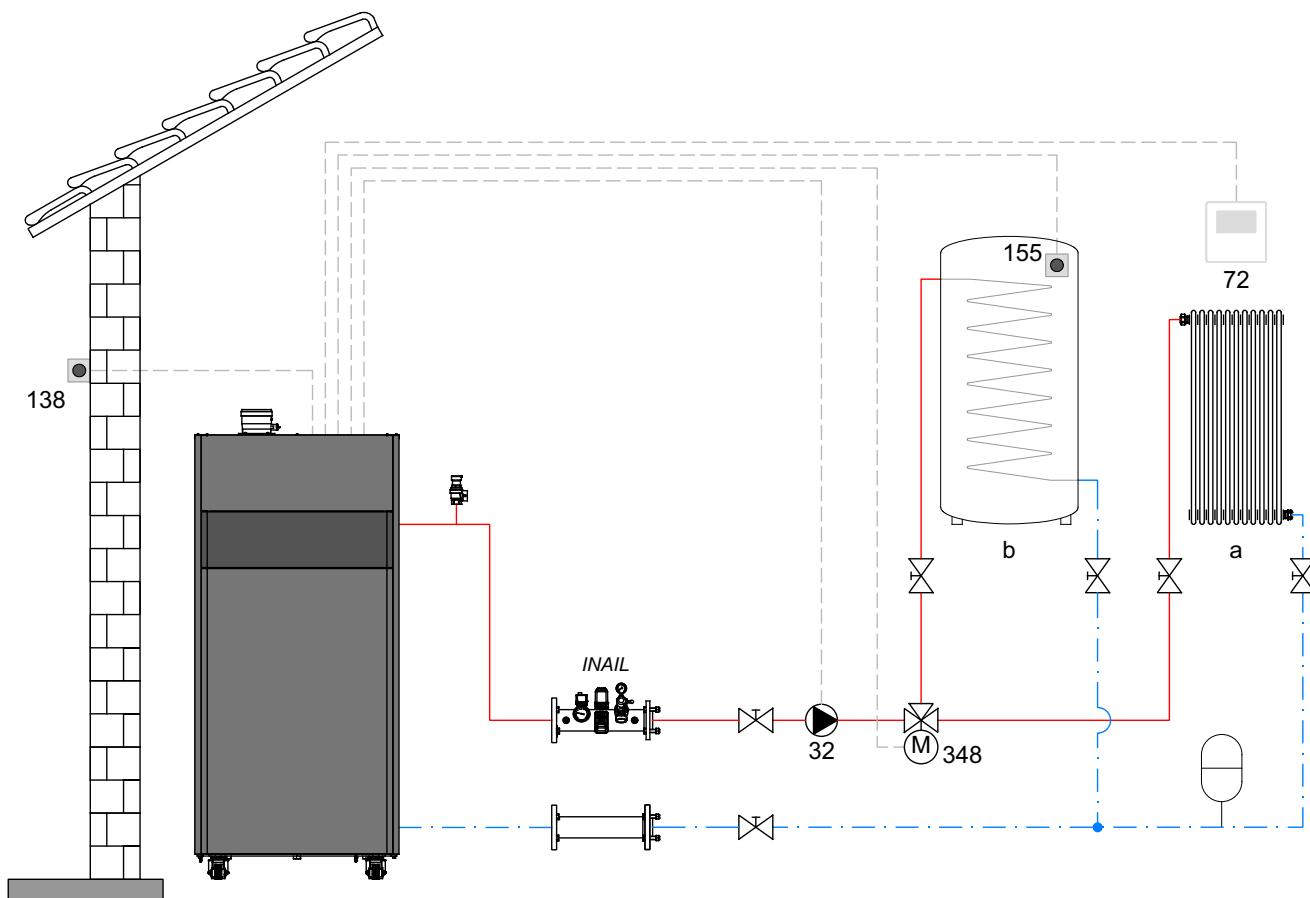
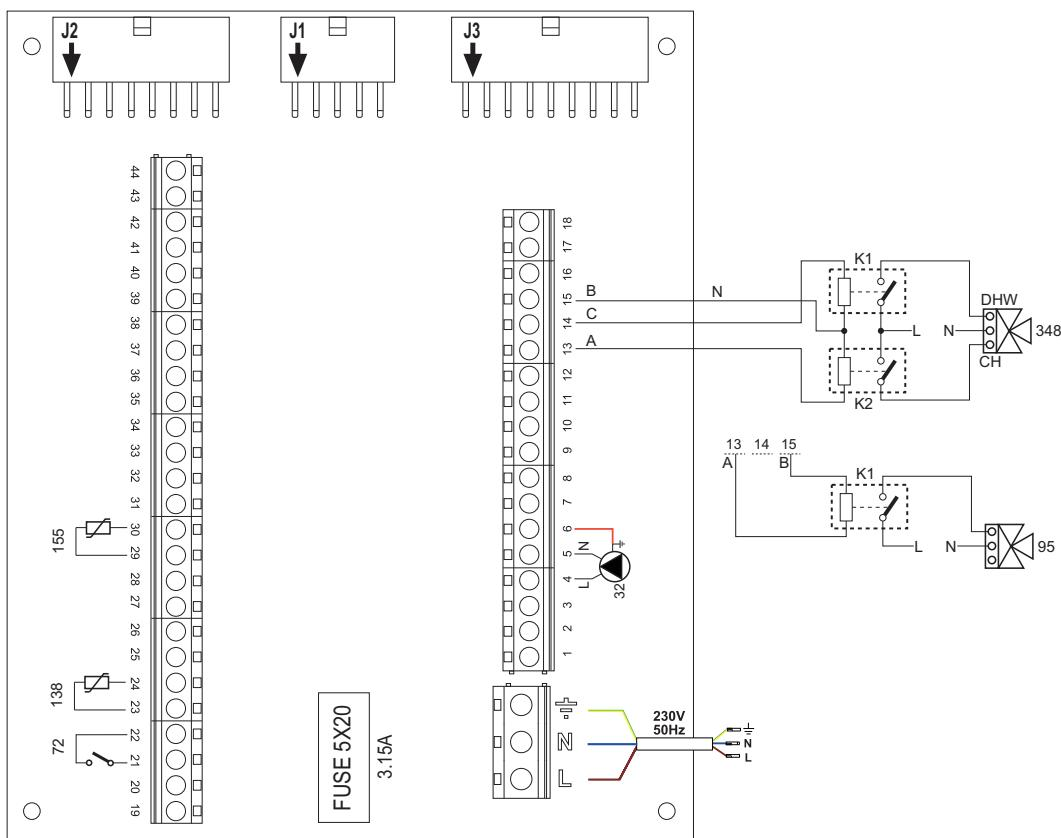

fig. 43
fig. 44
### **Leyenda (fig. 43 y fig. 44)**
**Para evitar daños en la tarjeta, se aconseja usar relés externos para pilotar la válvula de 3 vías, como se indica en fig. 44.**